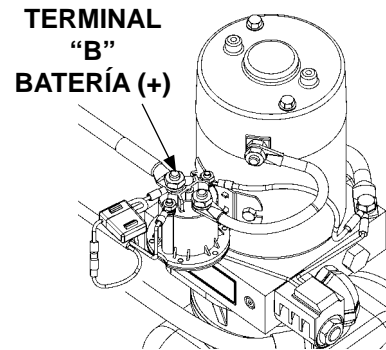

FIG. 38-1
1. Conecte un voltímetro a la terminal "B" del solenoide para verificar que se esté energizando. Recargue la batería si la lectura del voltaje es menor a 12.6 voltios (**FIG. 38-1**).